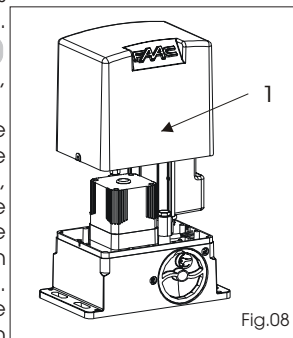

Fig.08
1) Haal de afdekkap, Fig.08 ref.1, weg.